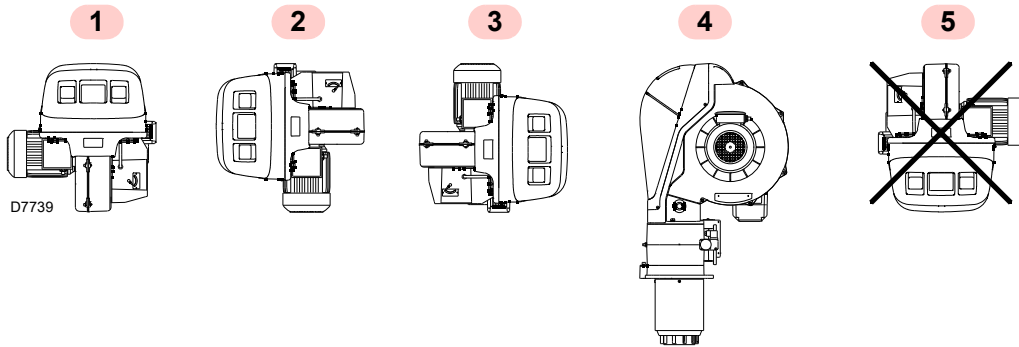

Abb. 11
- Der Brenner ist ausschließlich für den Betrieb in den Stellungen 1, 2, 3 und 4 (Abb. 11) ausgelegt.